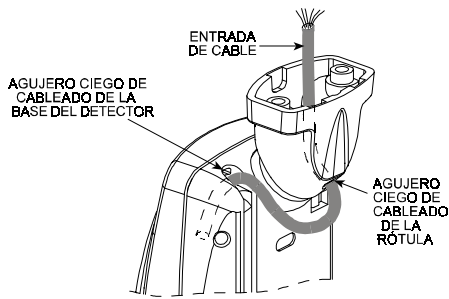

Figura 9. Ruta del cable
H. Lleve el cable a través de la rótula dentro del detector como muestra la Figura 9.